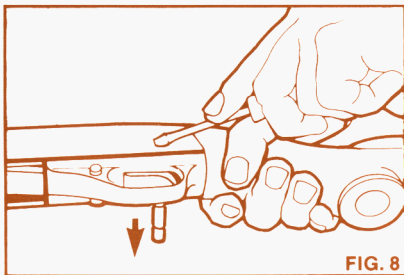

FIG. 8
2. **Be sure gun is unloaded.** Close action, push safety to "on" position, turn gun until trigger guard is up, and push out trigger guard pin from left (Figure 8).
2. **Soyez certain que le fusil soit déchargé.** Fermez l'action et mettez le cran de sûreté en position "on". Renversez le fusil avec le pontet de face, ensuite poussez la cheville sur la gauche (Fig. 8).
2. **Vergewissern Sie sich, dass das Magazin nicht geladen ist.** Schliessen Sie den Verschlussbolzen und sichern Sie die Waffe. Drehen Sie die Waffe so, dass der Abzugsbügel nach oben zeigt. Drücken Sie mit einem geeigneten Werkzeug den Abzugsbügelstift von links aus dem Systemkasten (Abb. 8).
2. **Asegúrese de que el arma no esté cargada.** Cierre el cerrojo y pase el seguro a la posición "on", voltee el arma hasta que el guardamonte esté hacia arriba y saque hacia la izquierda el gancho del guardamonte (Fig. 8).